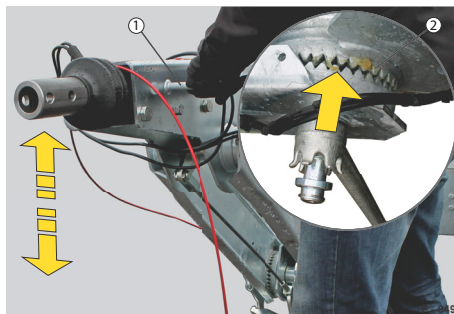

Abb. 47 Höhe anpassen
- Beidhändig am Handgriff (Abb. 47/1) greifen und HV-Zugdeichsel auf die Höhe der Zugfahrzeugkupplung einstellen. Verzahnung (Abb. 47/2) ist gelöst.